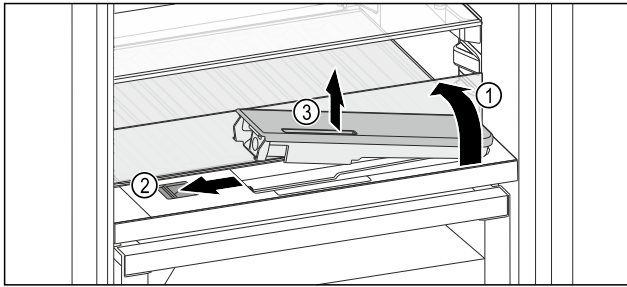

Fig. 221
- ▶ Glasplatte anheben und bis zum Anschlag nach hinten klappen Fig. 221 (1).
- ▶ Schieber Fig. 221 (2) nach links schieben.
- ▶ Wassertank entnehmen Fig. 221 (3).